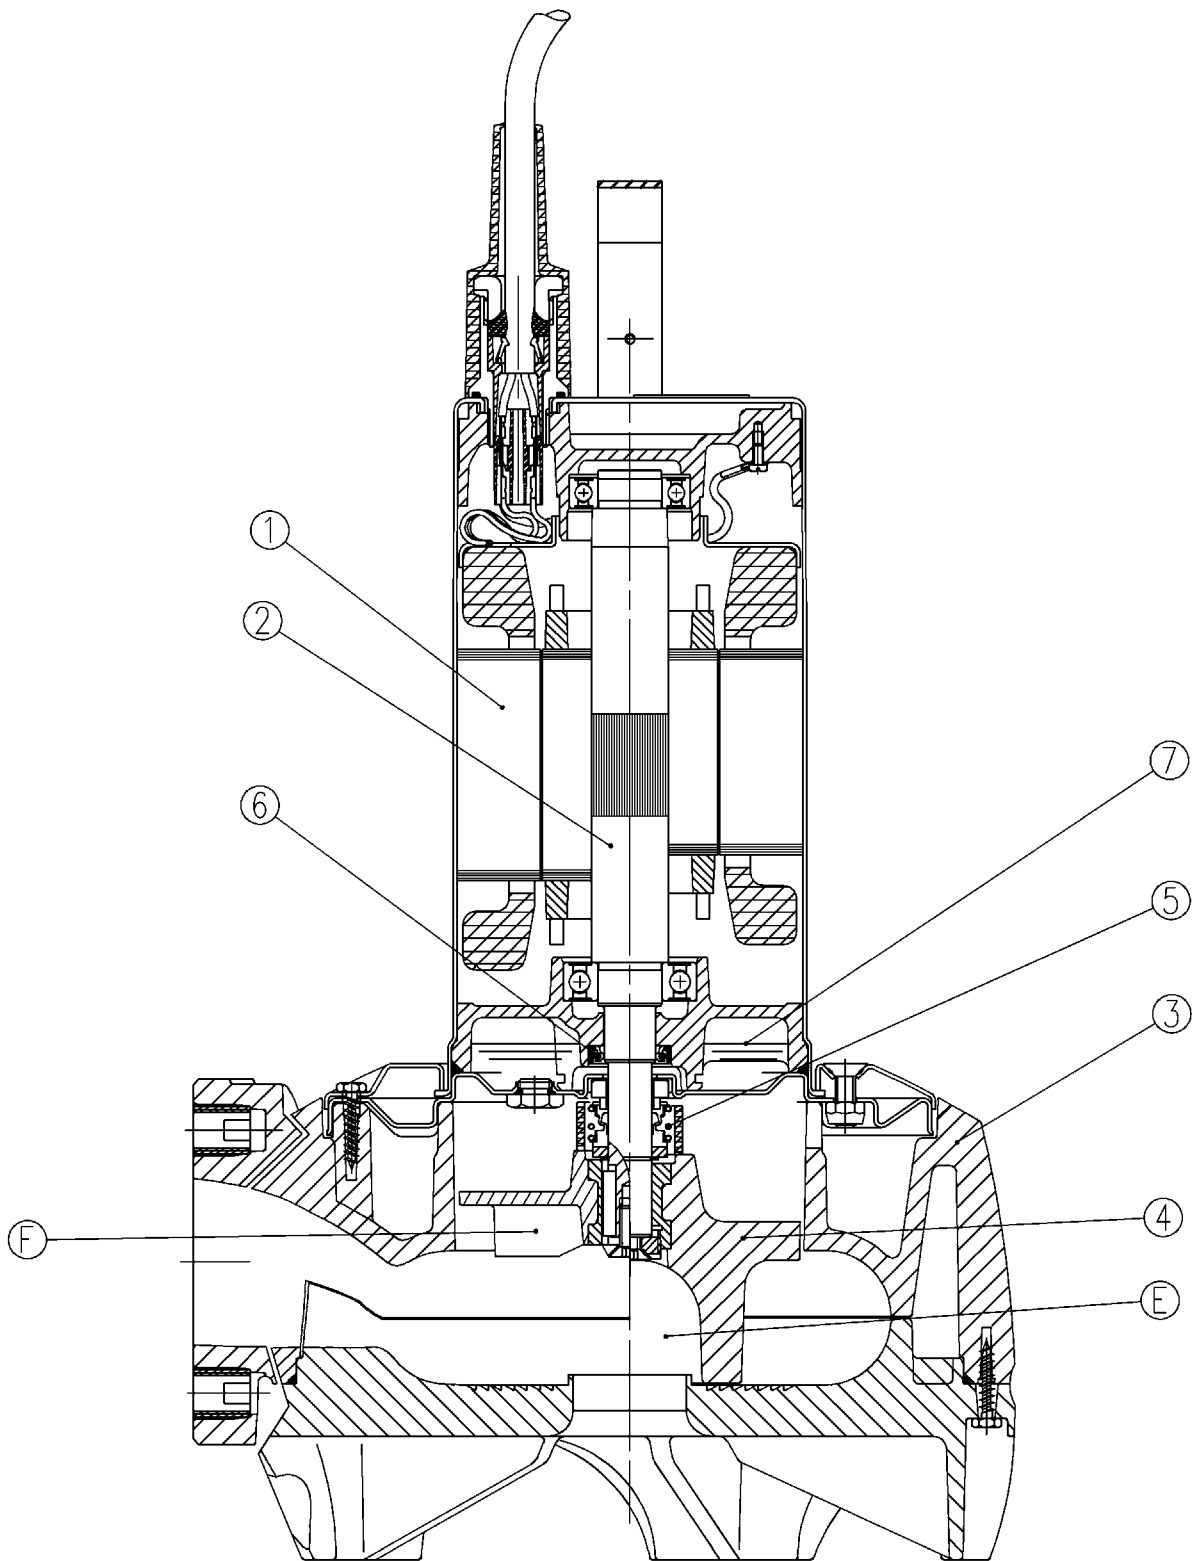
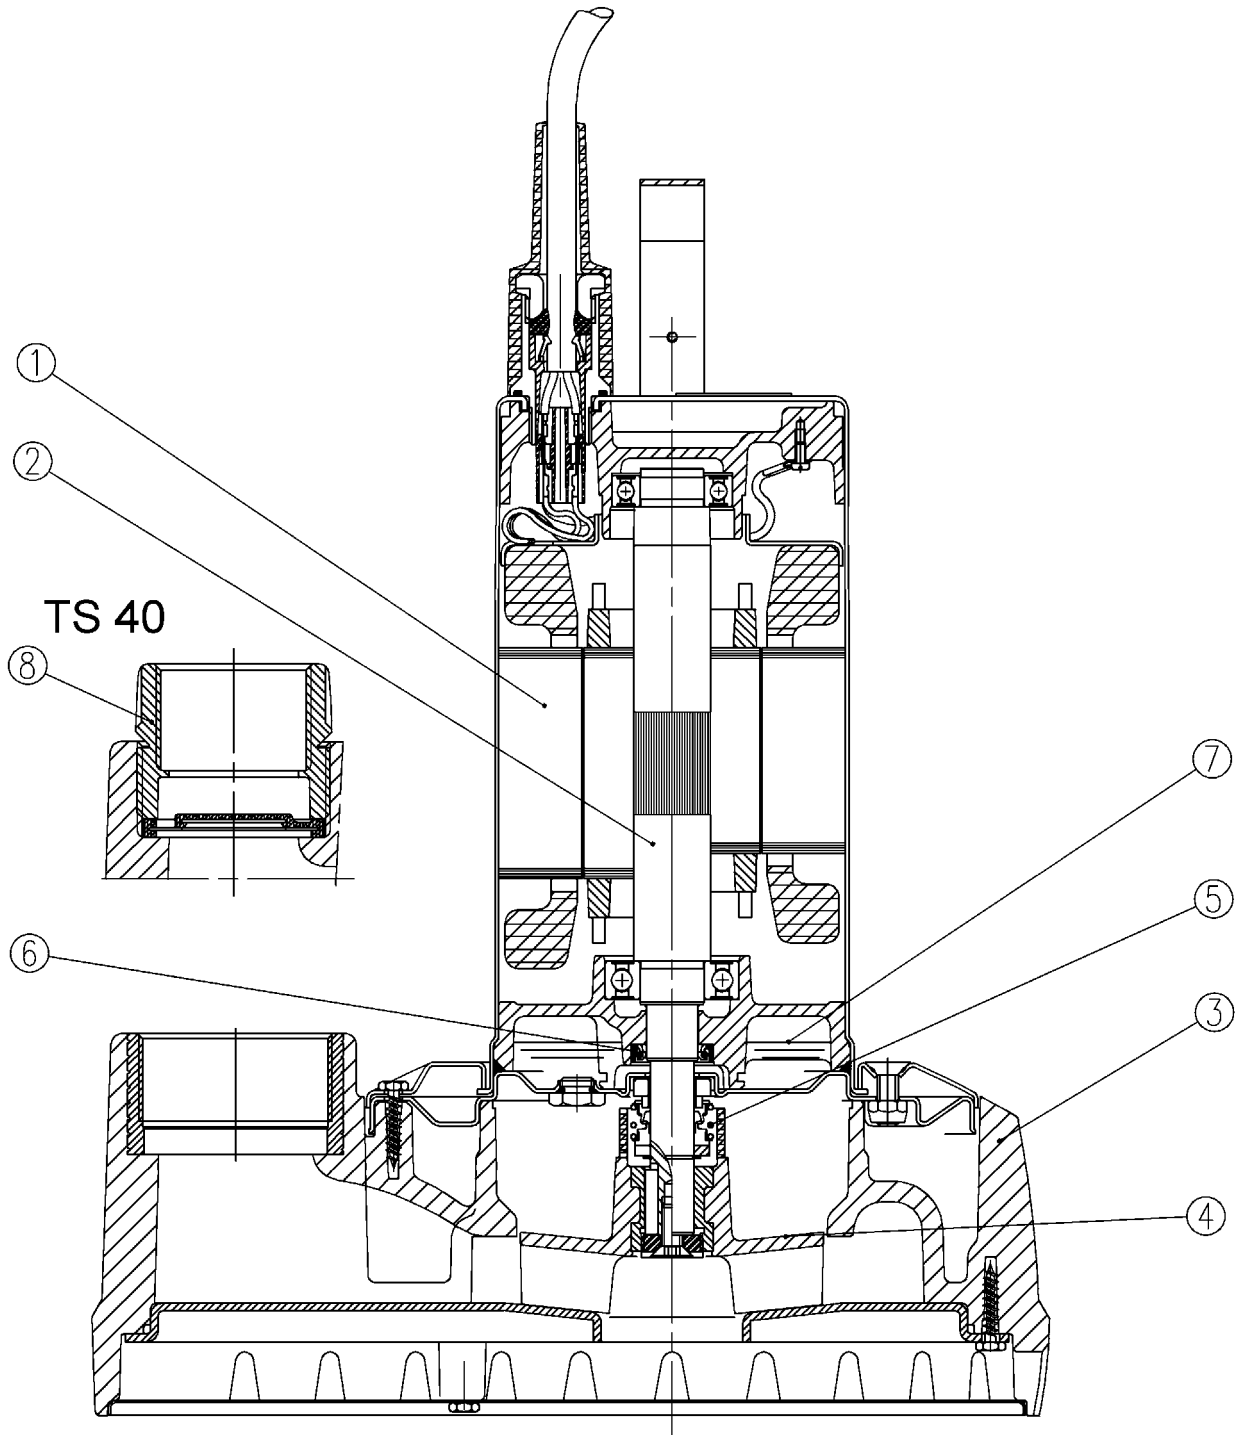

Fig. 1
Fig. 2
4.1 Описание насоса (TP: Рисунок 1, TS: Рисунок 2)
Погружной насос приводится в действие мотором, заключенным в герметичный кожух (поз. 1). Насос и мотор имеют общий вал (поз. 2). Корпус насоса (поз. 3) и рабочее колесо (рис. 4) изготовлены из синтетического материала. Подаваемая среда проникает снизу через всасывающее отверстие и выходит сбоку в насосах TP, и через вертикальный напорный штуцер в насосах TS. Насос TS 40 имеет встроенный обратный клапан (Рисунок 2, поз. 8).
Одноканальное рабочее колесо (E), (Рисунок 1, поз. E) со свободным сферическим проходом 44 мм, имеет форму изогнутой спирали. Она применяется для сточных вод с волокнистыми твердыми веществами.
Рабочее колесо со свободным потоком (F) (Рисунок 1, поз. F) имеет короткие, радиально расположенные лопатки, которые погружаются в поток жидкости примерно на 1/3 высоты гироскопической камеры, чем достигается более качественная подача. Свободный сферический проход составляет 44 мм. Это рабочее колесо предназначено для жидкостей, насыщенных газом или сточных вод с крупными твердыми веществами, напр. для отвода вод из строительных котлованов, в которых могут присутствовать песок, камни, куски дерева. При использовании данной гидравлики нельзя подавать длинноволокнистые вещества, тряпки и т.д.
Насосы TS поставляются с полуоткрытым рабочим колесом (H) (Рисунок 2, поз. 4).